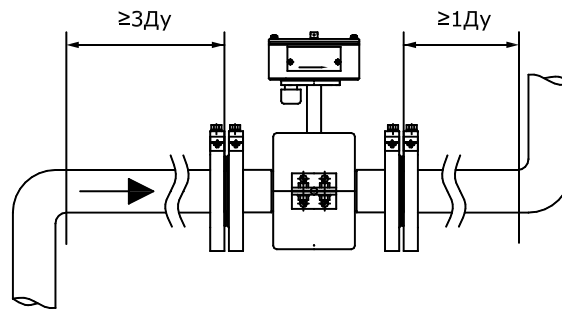

Рисунок 8.4
8.2.6 Расходомер необходимо располагать в той части трубопровода, где пульсации и завихрения минимальные. При установке расходомера необходимо обеспечить прямолинейные участки трубопровода длиной не менее $3 \cdot DУ$ до и $1 \cdot DУ$ после ППР (см. рисунок 8.4). Прямые участки могут быть изготовлены из труб по ГОСТ 10704 - электросварные (тонкие) или по ГОСТ 8732 - бесшовные (более толстые). Для $DУ$ 15мм можно использовать трубы по ГОСТ 8734.